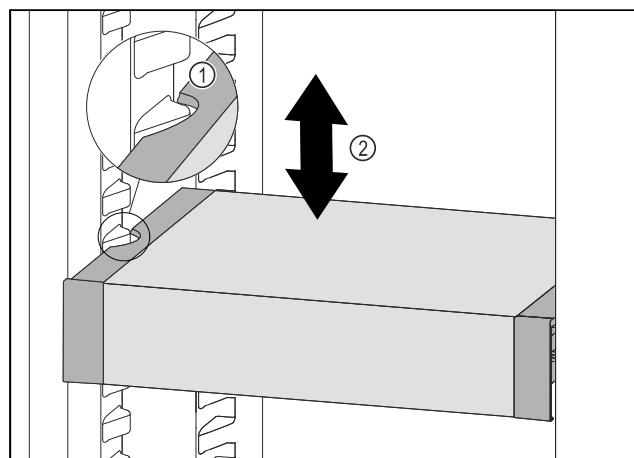

Fig. 87
- ▶ Изтеглете VarioSafe напред, докато страницните прорези на VarioSafe се намират на височината на реброто на съда в хладилната част. Fig. 87 (1)
- ▶ Преместете VarioSafe нагоре или надолу в хладилната част, докато се достигне желаната височина. Fig. 87 (2)